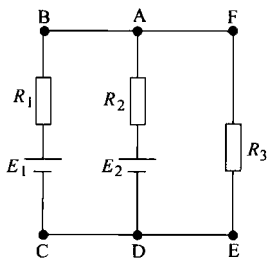

图 1-11 复杂电路
如图 1-11 所示，电路中有多个电源、多条支路，这样的电路叫复杂电路，不能用欧姆定律来分析，需用后面章节中的基尔霍夫定律来分析。这里先介绍一下相关名词。
(1) 支路 由一个或几个元件组成的无分支电路叫支路，如图 1-11 所示中的 ABCD、AD、AFED。
(2) 节点 三条或三条以上支路的连接点叫节点，如图 1-11 所示中 A、D。
(3) 回路 电路中任何一个闭合路径叫做回路，如图 1-11 所示中的 ABCDA、ADEFA、ABCDEFDA。
(4) 网孔 中间无支路穿过的回路叫做网孔，如图 1-11 所示中的 ABCDA、ADEFA。